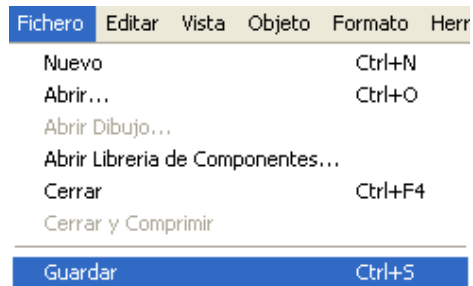

Figura 2.21 Seleccionar Guardar.
- Desde la Barra de Menús seleccionar Fichero - Guardar (Figura 2.21).